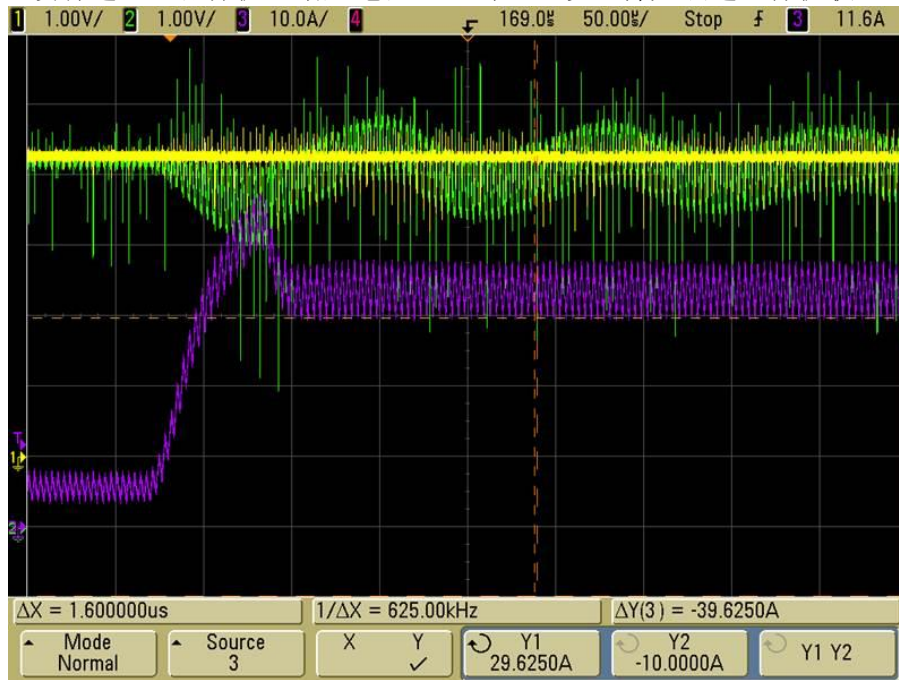

Fig 4. 无法触发过流保护 (CH1=EN/SS, CH2=VDD, CH3=IL)
b. 如图 4 所示，没有进入过流保护，增加电流一直到 30A 以上都无法进入保护状态。